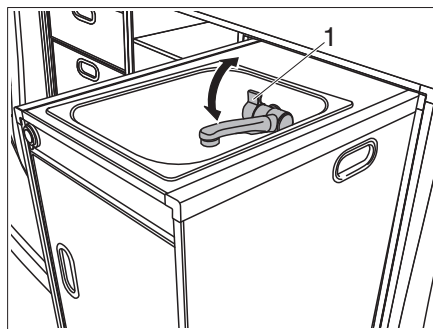

Figure 44 Evier avec robinet d'eau
Le véhicule est équipé d'un bidon d'eau intégré. Une pompe à eau électrique pompe l'eau au robinet d'eau (Figure 44, 1). Lorsqu'on ouvre le robinet d'eau, la pompe à eau est automatiquement mise en service et envoie l'eau au point de prise.
- Tourner le robinet d'eau (Figure 44,1).
- Tourner le robinet d'eau (Figure 44,1) dans le sens inverse.